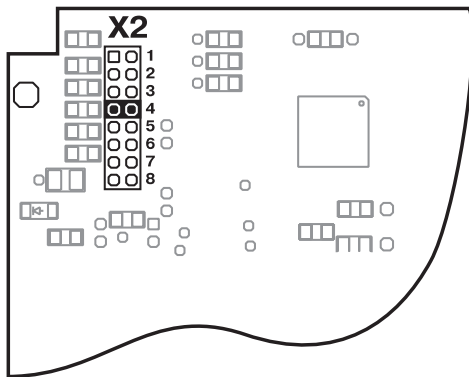

Рис. 12. Положение переключки на плате индикации в режиме измерения напряжения на входах
6.1.2.1. Перевести прибор в режим измерения напряжения на входах. Для этого при выключенном питании вскрыть прибор и установить переключку на плате индикации в положение 4 (рис. 12). Установить переключки "Вх1", "Вх2", "Вх3" на плате блока питания в положение, соответствующее используемым датчикам и закрыть корпус прибора.